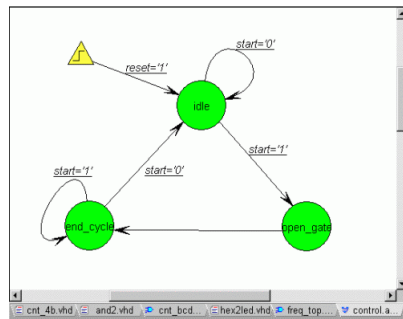

Рисунок 1.41 – Налаштування умов переходів
1.2.7.13 Визначимо умови переходів автомата. Щоб це зробити, треба вибрати інструмент  **Condition**, вказати потрібну гілку графа і в полі, що з'явилася, надрукувати формулу переходу. Задайте умови переходів, як показано на рис.1.41.